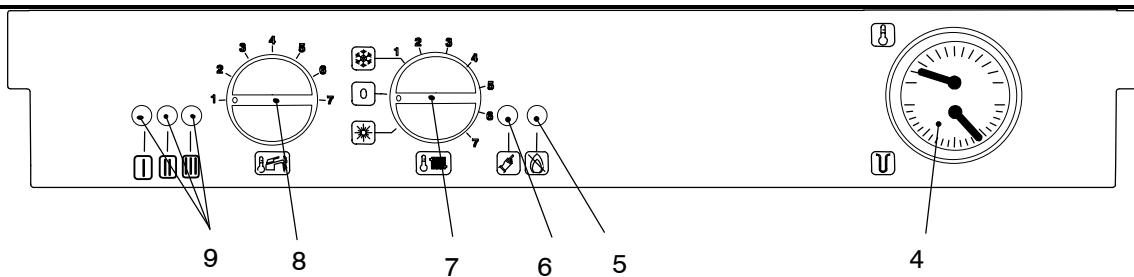

Fig. 1.3
Three lights (9 in Fig. 1.3) give detailed indication regarding the operation of the boiler.
Три лампочки (9 на рис.1.3) дают подробную информацию о работе котла. Нижеследующая таблица дает разъяснение индикации в зависимости от того, в какой последовательности и комбинациях моргают те или иные лампочки
2. Turn on the electricity supply to the boiler, switching on the fused spur isolation switch. The appliance operation light 9 (Fig. 1.3) will flash every 4 seconds (stand-by condition).
2. Включите электропитание котла. Индикатор котла 9 (рис.1.3.) будет моргать каждые 4 секунды (состояние ожидания)